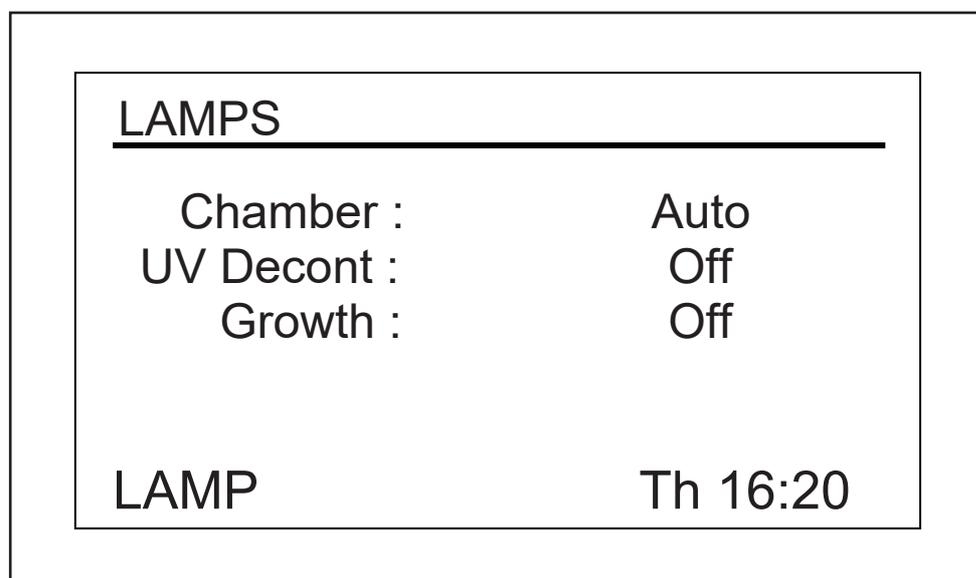

Fig. 9-6: Écran Lamps
Sur cet écran (voir Fig. 9-6 à la page 56), vous pouvez activer ou désactiver l'éclairage de la chambre (*Chamber*), la lampe UV germicide proposée en option (décontamination) (*UV Decont*) et les lampes de croissance photosynthétiques proposées en option (*Growth*). *On* signifie que l'éclairage est tout le temps allumé, et *Off* qu'il est tout le temps éteint, à moins que vous ajoutiez une programmation complémentaire (voir *Programmation de l'agitateur* à la page 60).
Le réglage actuel va clignoter (dans l'écran d'exemple, nous utiliserons la lampe de la chambre *Chamber* comme exemple (voir Fig. 9-6 à la page 56)).
2. Tourner le bouton vers la gauche ou vers la droite jusqu'à ce que le réglage de mode désiré apparaisse (*Auto* dans cet exemple (voir Fig. 9-6 à la page 56)).